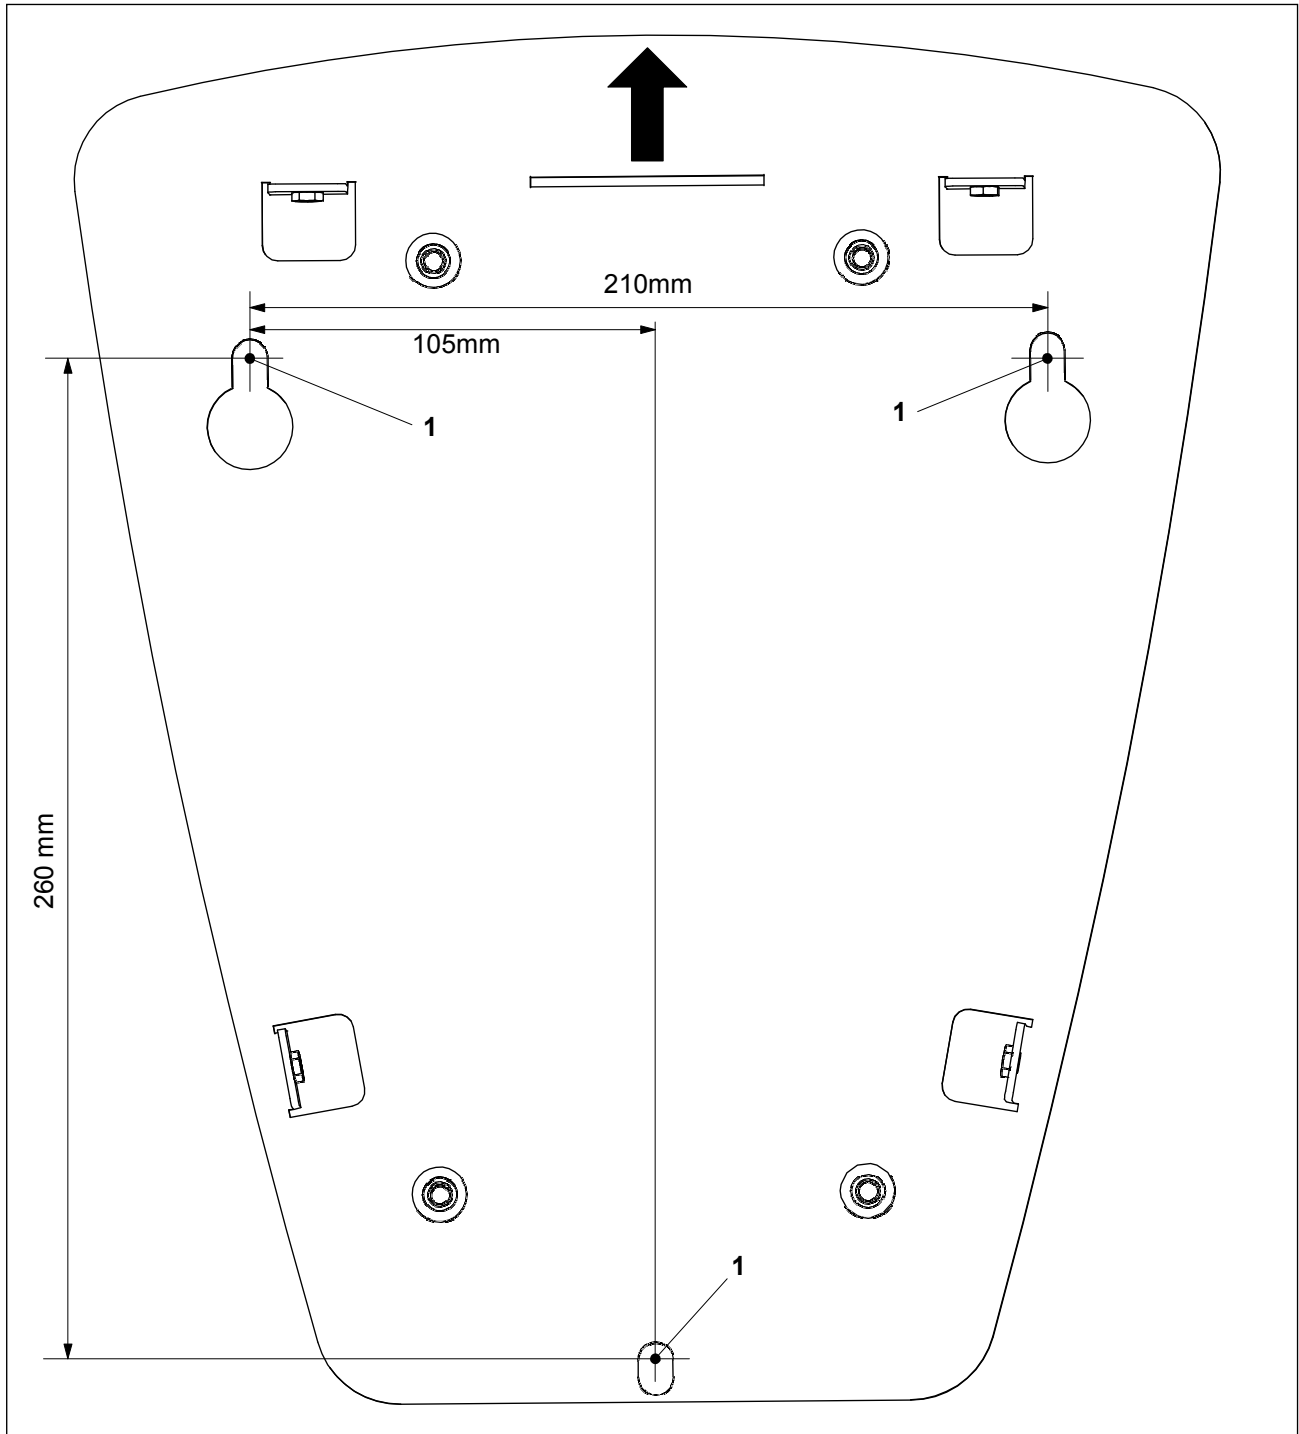

Fig. 1 Plano de taladrado de EVC - W 1
1. Marcar los tres orificios de fijación (fig. 1/1) con-forme al plano de taladrado.